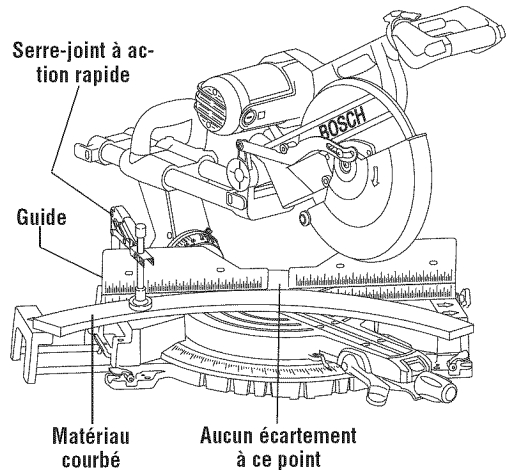

Figure 37. Matériau courbé
**▲ AVERTISSEMENT** Si l'ouvrage est courbé ou gondolé, cramponnez-le avec la face courbée extérieure dirigée vers le guide. Assurez-vous toujours de l'absence d'un écartement entre l'ouvrage, le guide et la table le long de la ligne de coupe. Les ouvrages pliés ou gondolés peuvent se tordre ou culbuter, et peuvent faire gripper la lame de scie en rotation durant la coupe (Figure 37).